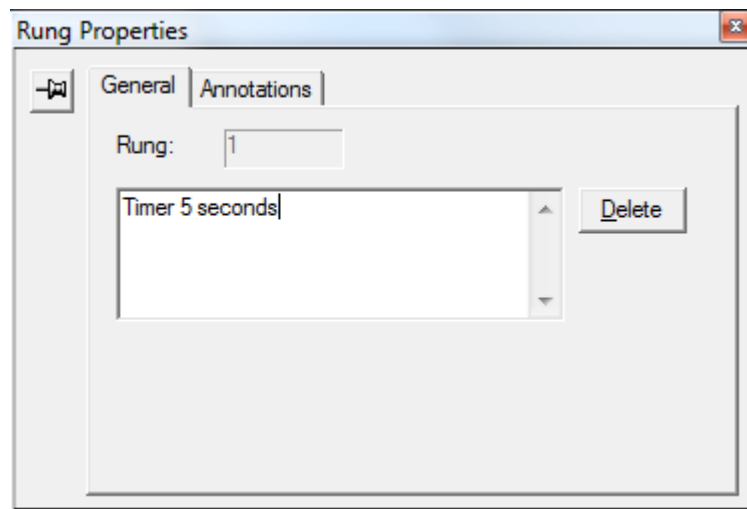
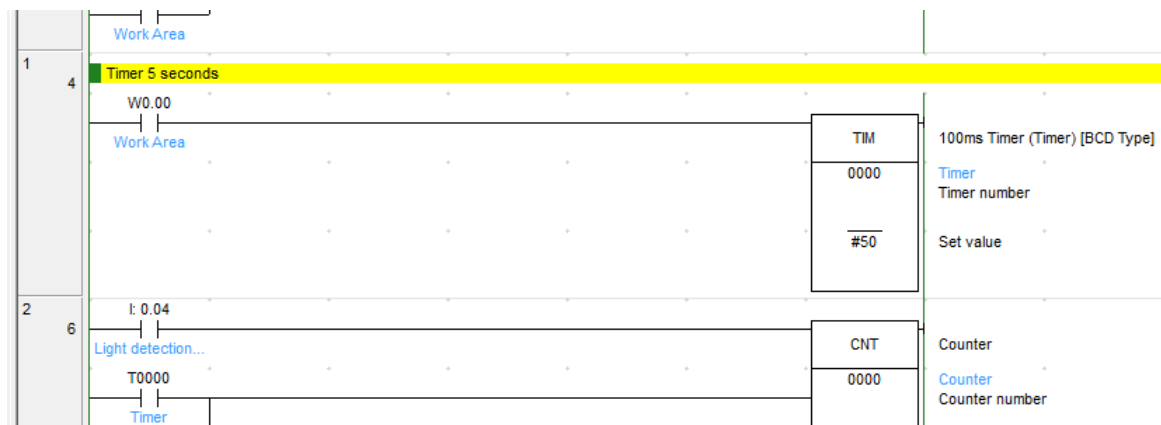

Рисунок 44 – Ввод текста комментария
Рисунок 45 – Результат ввода комментариев к строке программы
2. Введите нужный текст в поле ввода комментария в закладке «General» (Общие) (рисунок 44). Закройте диалоговое окно свойств строки. Введенный комментарий будет отображен на лестничной диаграмме (рисунок 45).